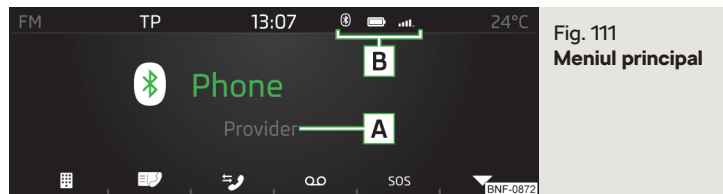

Fig. 111
- ▶ În meniul principal Phone (telefon), acționați tasta funcțională **☰** » fig. 111 la pagina 87.
► Pentru **afișare**, apăsați în meniul principal Phone tasta funcțională  » fig. 111 la pagina 87.
- ▶ În meniul principal Phone (telefon), acționați tasta funcțională ▼ » fig. 111 la pagina 87.
▶ Pentru afișare, apăsați în meniul principal Phone tasta funcțională ☰ » fig. 111 la pagina 87.